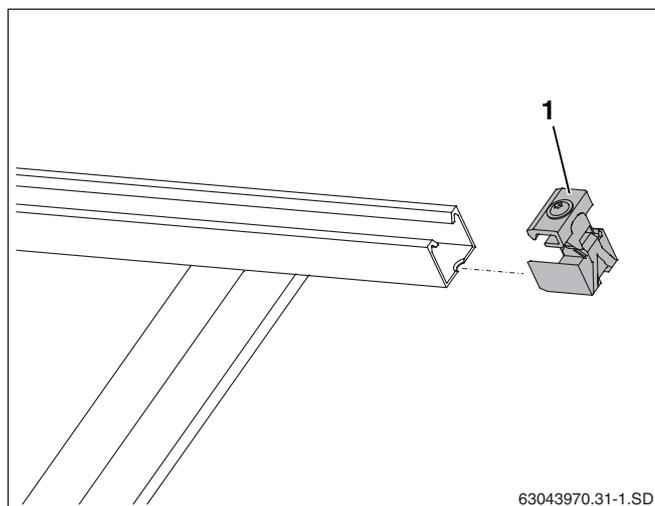

Fig. 45 Insérer les tendeurs unilatéraux
- Glisser les tendeurs unilatéraux (fig. 45, **pos. 1**) à l'extrémité droite du champ de capteur dans les rails profilés jusqu'à ce que la première perforation longitudinale du rail s'enclenche.